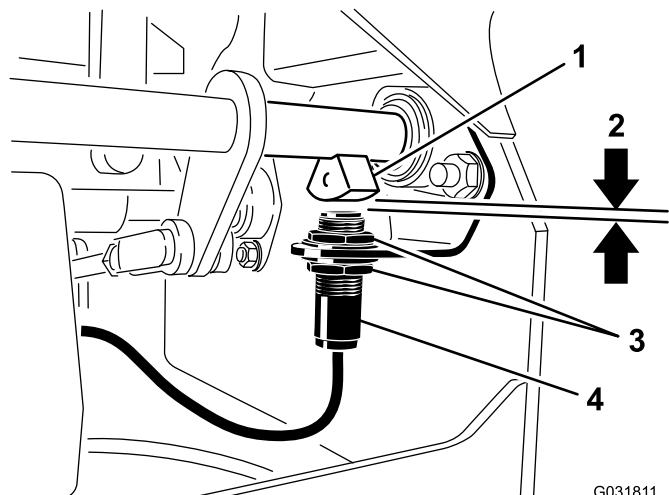

図 45
- ブレーキシャフトセンサーとインタロックスイッチのプランジャとの距離が 4 mm になるように、スイッチの位置を上下させて 図 45 のように調整する。